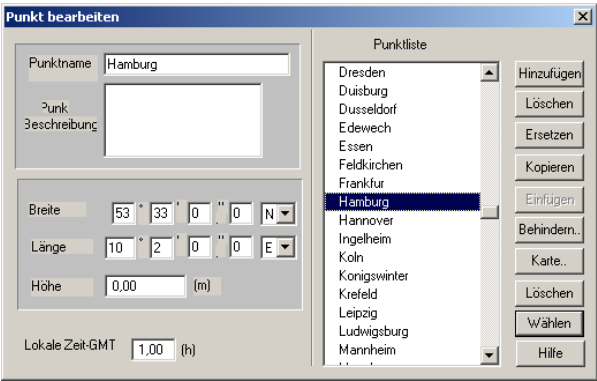

Abbildung A.5. Dialogfeld "Punkt Bearbeiten"
3. Klicken Sie auf **Öffnen**, um das Projekt und das Dialogfeld **Punkt Bearbeiten** zu öffnen, siehe Abbildung A.5.